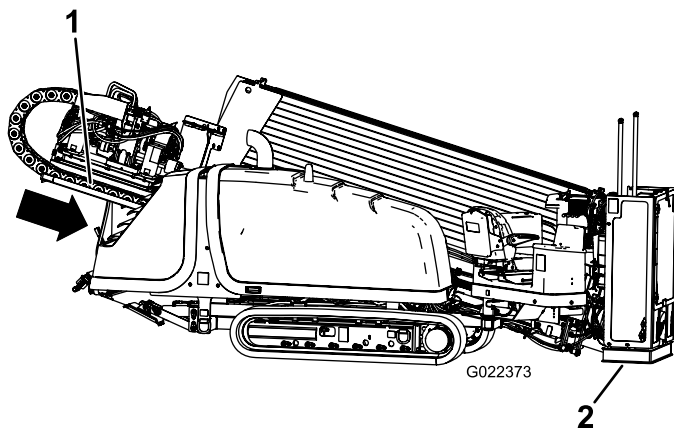

Рисунок 80
9. Опустите упорную раму, наклонив буровую раму до тех пор, пока плита не коснется грунта (Рисунок 80).